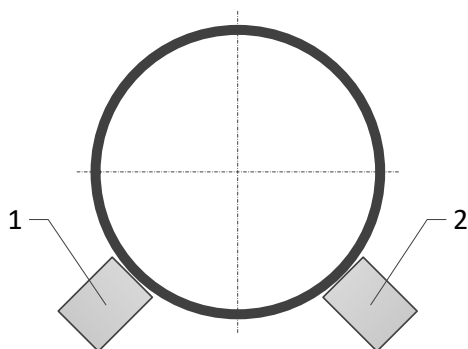

Рисунок 7 – Расположение ПП на трубопроводе.
- Никогда не устанавливайте преобразователи сверху или снизу трубопровода. Оптимальное размещение УЗ датчиков в точках 1 или 2 (Рисунок 7).